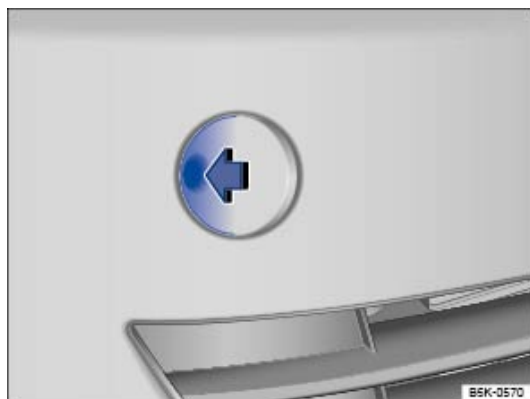

Fig. 180 Dans le pare-chocs avant, du côté droit : dépose du cache
Le logement prévu pour l'œillet de remorquage à visser se trouve dans le pare-chocs avant côté droit, derrière un cache ⇒ Fig. 180.
- Appuyez sur la zone latérale du cache ⇒ Fig. 180 (flèche) pour déclipser le cache.
- Appuyez sur la zone gauche du cache ⇒ Fig. 180 (flèche) pour défaire le crantage du cache.